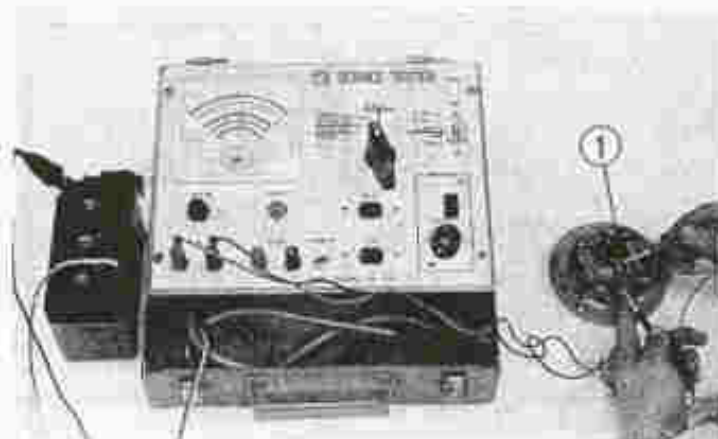

Fig. 106 Condensator test
4) Duw een van de testerklommen tegen de condensatorhuls aan, de andere aan de aansluitklem en lees het meetresultaat af. (Fig. 106)